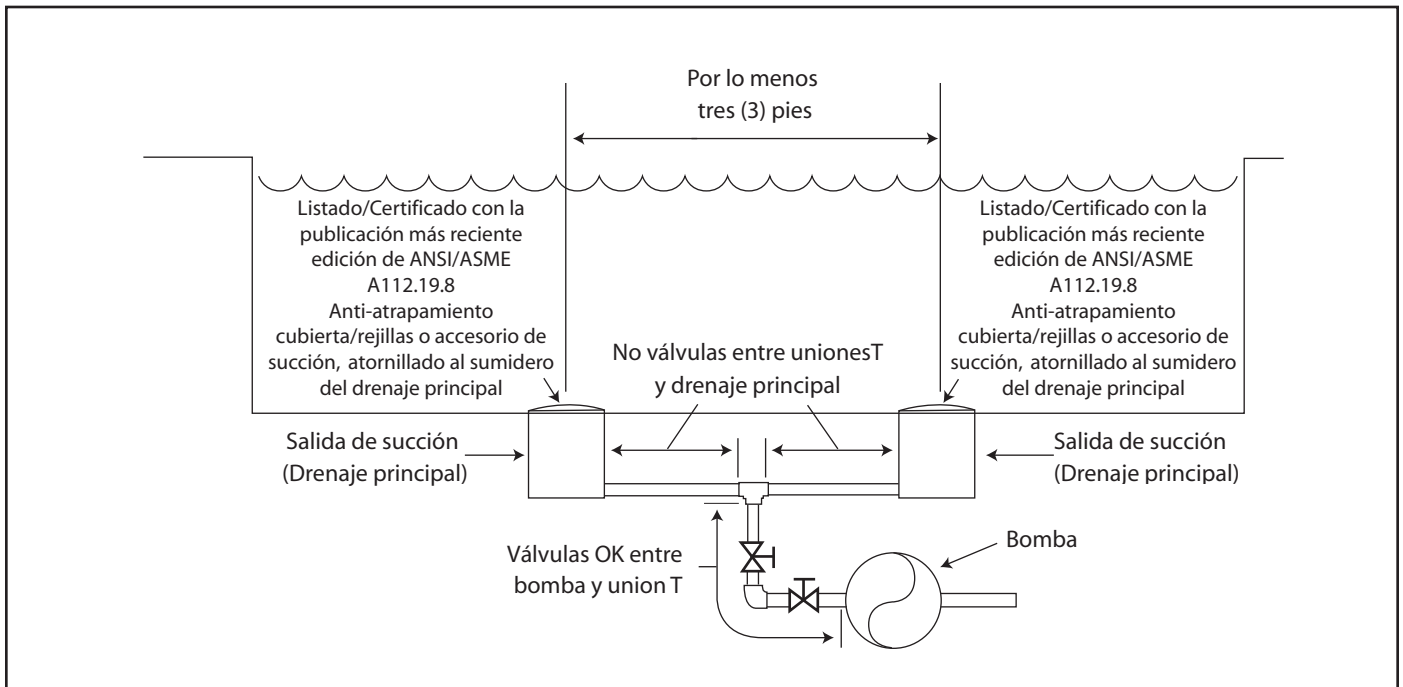

Figura 1. Número de tomas de succión por bomba
Número de tomas de succión por bomba – Deben proporcionarse al menos dos (2) colectores principales hidráulicamente equilibrados, con sus tapas, como salida para cada línea de succión de la bomba de circulación. Los centros de los colectores principales (puntos de succión) en una (1) línea de succión deben estar separados por lo menos tres (3) metros de distancia, centro a centro. Vea la Figura 1 en la página 63.
El sistema **debe** estar construido para incluir al menos dos (2) salidas de succión (desagües) conectadas a la bomba cuando está funcionando. Sin embargo, si dos (2) colectores principales llegan a una sola línea de succión, esta línea de succión individual puede ser equipada con una válvula que cerrará los dos desagües principales de la bomba. El sistema deberá ser construido de tal manera que no permita el cierre por separado o independiente (aislamiento) de cada uno de los drenajes. Vea la Figura 1 en la página 63.